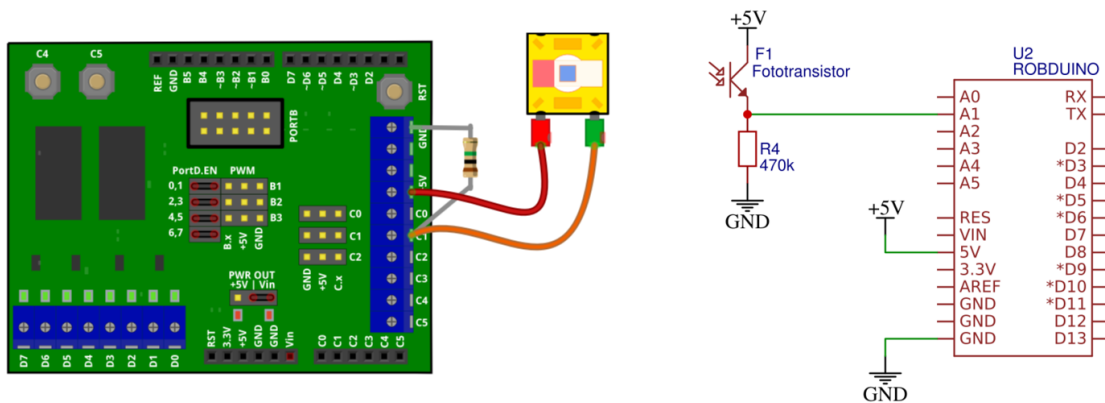

Figure 2.6: Priključitev foto-tranzistorja kot svetlobni senzor.
1. Priključite foto-tranzistor v delilnik napetosti z uporom, kot prikazuje fig. 2.6.